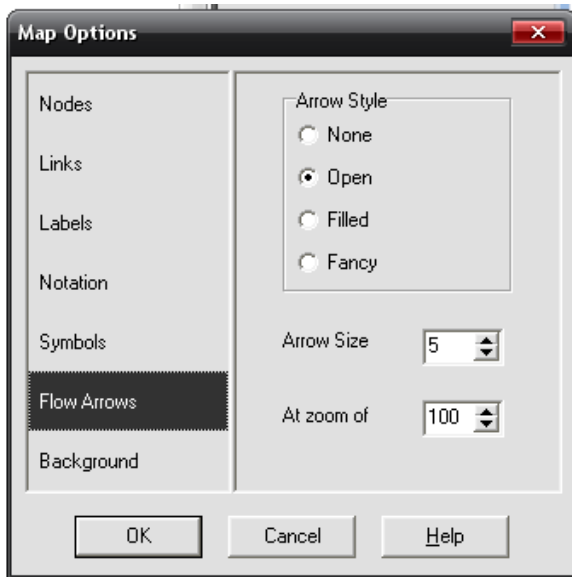
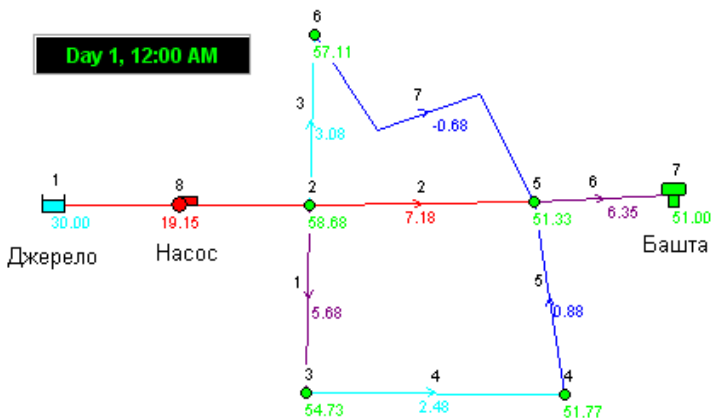
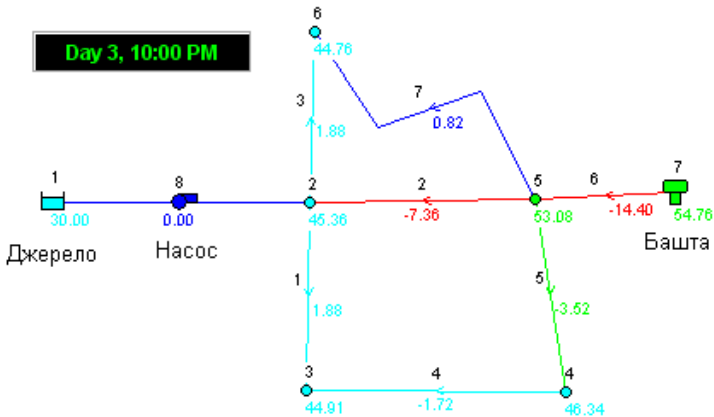

Рис. 4.5. Діалогове вікно налаштування параметрів стрілок
Рис. 4.6. Результати гідравлічного моделювання для часу 12год (наповнення башти)
Рис. 4.7. Результати гідравлічного моделювання для часу 22год (живлення з башти)
- *Додайте стрілки, що вказують напрямки потоку на карті:* **View** → **Options...**, виберіть вкладку **Flow Arrows** з діалогового вікна **Map Options** і призначте стиль стрілок (рис. 4.5). Потім знову запусить анімацію, зверніть увагу, як змінюються напрями потоку в трубах, приєднаних до водонапірної башти, по мірі того як вода наповнює її (рис. 4.6) і йде з неї (рис. 4.7).